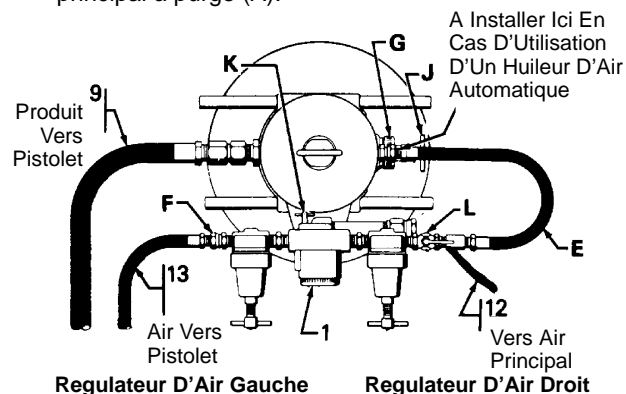

Fig. 3
**REMARQUE:** appliquer de l'étanchéifiant pour filetage sur tous les filets mâle sauf ceux des raccords tournants. Ceux-ci doivent conserver leur liberté de mouvement. Raccorder les flexibles d'air et produit à la commande Evenflo et au pistolet comme l'illustrent le schéma d'installation type et la figure 3. Attacher les flexibles tous les 457 mm environ afin d'en faciliter la manipulation. Installer un huileur d'air entre l'entrée d'air de la pompe et le flexible (E) afin d'assurer le graissage automatique du moteur pneumatique. Sinon, se contenter de raccorder le flexible de 457 mm (E) de la commande Evenflo à l'entrée d'air à raccord tournant de la pompe. Se reporter en page 6 sous la rubrique ENTRETIEN où sont détaillées les modalités de graissage manuel du moteur pneumatique.
### Mélange par circulation (voir la figure 3)